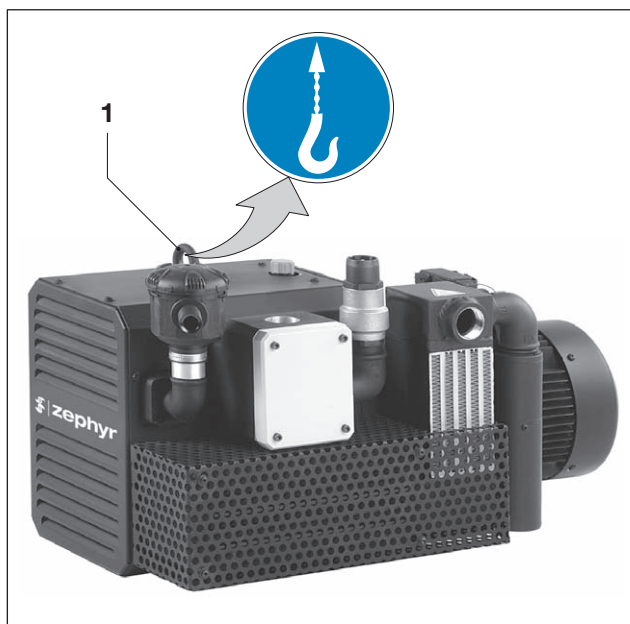

Fig. 1 Levage et transport
- a) Serrer fermement l'anneau de levage (fig. 1/1).